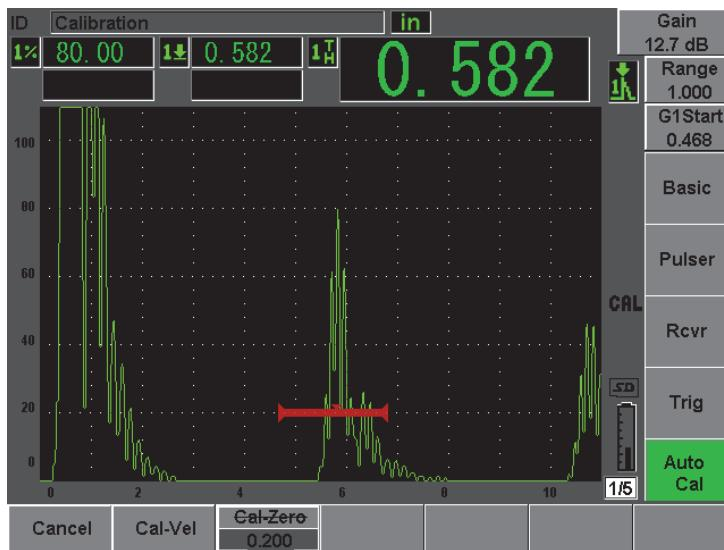

图 10-3 阀门内声速校准信号示例
8. 将数值调整到与闸门内信号指示的已知厚度值相应的数值（本例中为 0.200 in.），然后选择 **Continue**（继续），继续使用另一个厚度阶梯进行校准（参见第 158 页的图 10-3）。此时用到的厚度值将被存储为 **Cal-Zero**（校准零位）参数框中的参考值。